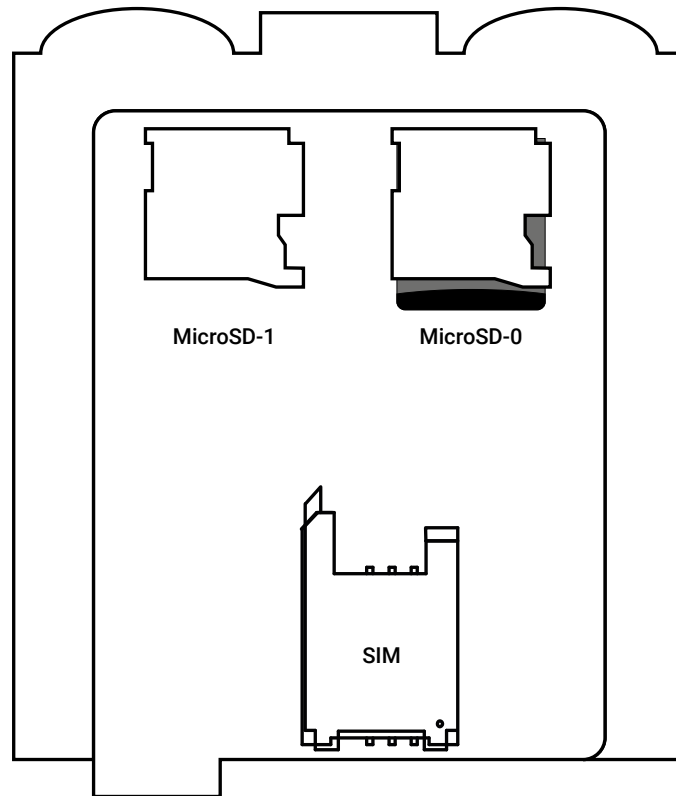

Figura 3. La scheda del dispositivo
12. Per utilizzare l'apparecchio in rete VPN è necessario inserire il file "vpn.json"³ con le impostazioni corrette connessioni su un disco esterno, installabile in uno slot MicroSD-1 (vedi figura 3).
Per la configurazione manuale delle impostazioni di rete (indirizzo IP, gateway, maschera, DNS) posizionare il file "network.json"⁴ su un disco esterno, installabile in uno MicroSD-1 slot (vedi figura 3).